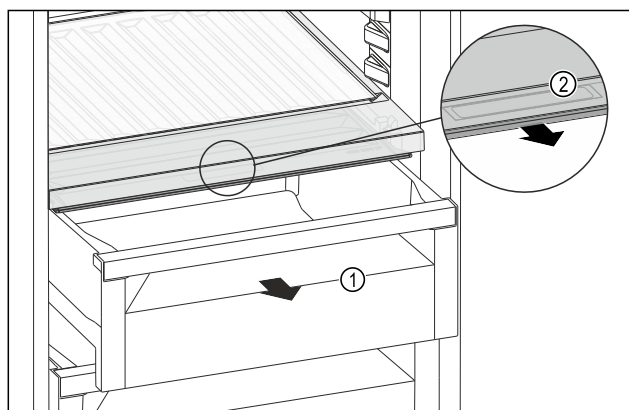

Fig. 144
- ▶ Húzza ki a fiókot Fig. 144 (1).
- ▶ Fogja meg a süllyesztett fogantyút Fig. 144 (2) a rekeszfedélen, és ezzel egy időben húzza előre a rekeszfedelet.